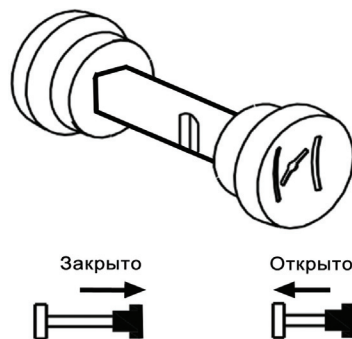

Рис. 13
2. Рычаг привода воздушной заслонки переведите в положение «Закрыто» (Рис. 13)
5. Через 5 секунд после запуска двигателя плавно переведите рычаг воздушной заслонки в положение «Открыто» (Рис. 13).